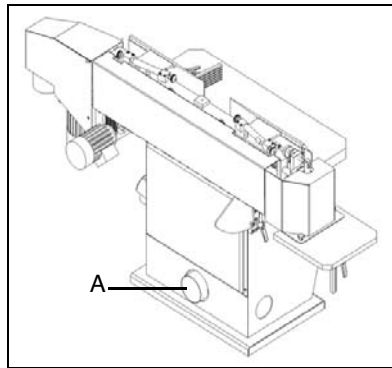

Abb. 6: Absaugvorrichtung anschließen
Mit Hilfe der Abbildung 6 und den folgenden Anweisungen kann die Absaugvorrichtung angeschlossen werden.
Schritt 1: Den Schlauch (Durchmesser 100 mm) mit dem Anschlussstutzen (A, Abb. 6) für die Absaugung verbinden und befestigen, welche sich auf der Rückseite der Kantenschleifmaschine befindet (siehe Abb. 6)